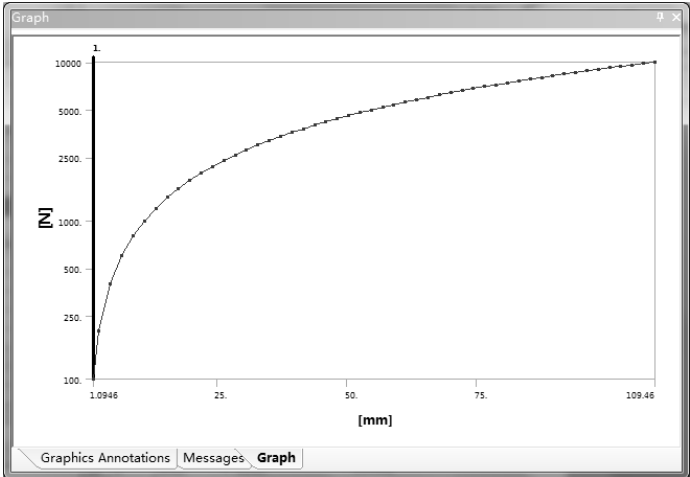

图 9-49 图表显示
3) 在【Graph】窗口中出现力和变形图，从图中可见当力超过 5000N 左右时，悬臂端的位移急剧增加，故可知悬臂梁的临界载荷为 5000N，如图 9-49 所示。